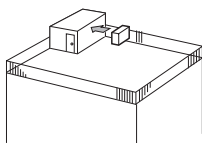

Fig. 2-2
- ① Rikta luftutblåset mot närmaste vägg, cirka 35 cm från väggen. (Fig. 2-2)